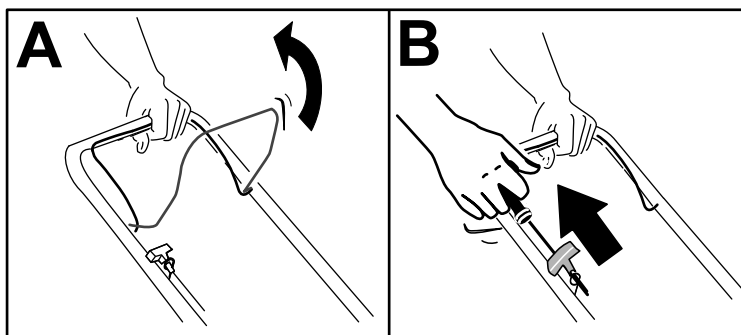

Figura 11
1. Sujete la barra de control de las cuchillas contra el manillar (Figura 11, A).
2. Tire del arrancador de retroceso (Figura 11, B).